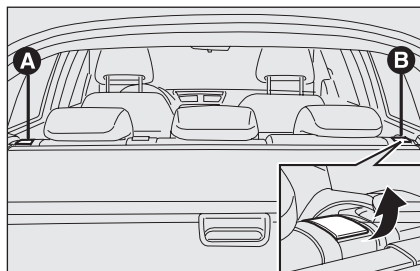

fig. 102
- sollevare la maniglia **A** o **B**-fig. 102 per sbloccare rispettivamente la porzione sinistra o destra dello schienale e accompagnare lo schienale sul cuscino.
- sollevare le maniglie **A** e **B**-fig. 102 per sbloccare gli schienali e accompagnarli sul cuscino.